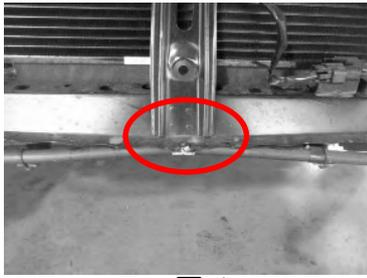

図 1
- ① インタークーラーの取り付けにあたって、図 1 の部分がコアに干渉するようであれば、あらかじめ切断、曲げなどの加工を行ってください。